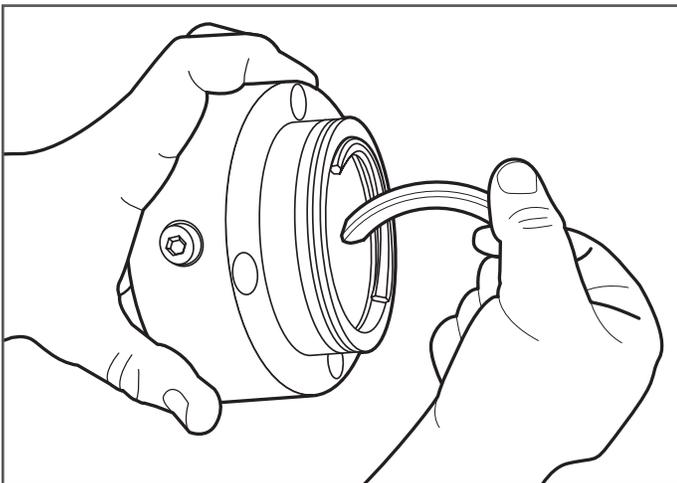

Figure 7-12
13. Retirez les bagues fendues de la partie centrale du raccord DoubleTrac® (Figure 7-12).